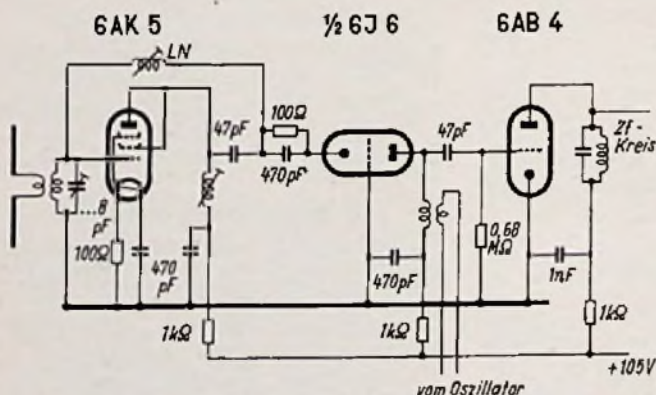

Bild 1. Der bekannte Cascade-Verstärker, der sich durch große Eingangsempfindlichkeit auszeichnet
Eine verhältnismäßig rasche und einfache Methode ist die Messung mit einer Klirrfaktormeßbrücke (1). Bild 1 stellt die Prinzipschaltung dar. An das Gitter der zu messenden Röhre wird eine reine Sinus-Spannung gelegt. Ein Teil der verstärkten Spannung wird an Ra abgegriffen und einer Wien-Brücke WB zugeführt. Durch Abstimmen des Impedanzzweiges Z auf die Grundwelle bleibt dann für die Anzeige des im Nullzweig liegenden Röhrenvoltmeters nur noch die Summe aller Oberwellen (Effektivwert) übrig. Nach Umschalten des Röhrenvoltmeters auf den Spannungsteiler P würde dann der Effektivwert der Gesamtschwingung (Oberwellen plus Grundwelle) erhalten werden. Man braucht jetzt nur P so einzuregeln, daß der Ausschlag des Röhrenvoltmeters genau gleich dem zuerst erhaltenen ist, und kann an einer geeichten Skala von P den Klirrfaktor ablesen.